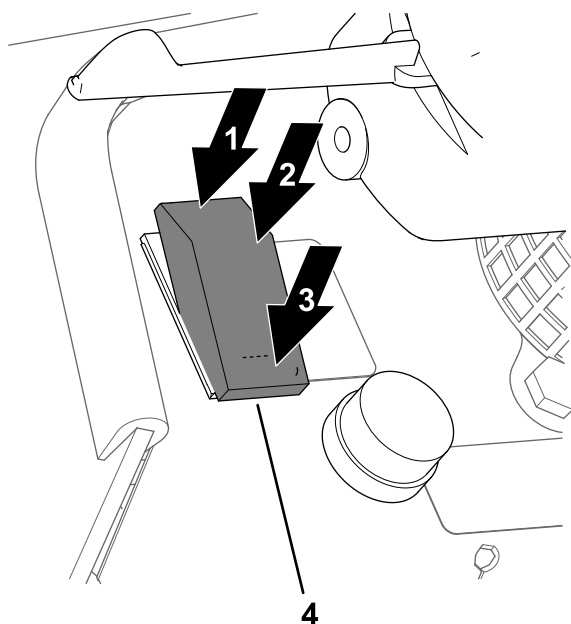

Figure 70
- Poussez la partie courte du commutateur d'éclairage vers l'avant pour ALLUMER les projecteurs de travail (Figure 70).
- Poussez le commutateur d'éclairage au centre pour ÉTEINDRE les projecteurs (Figure 70).
- Poussez la partie longue commutateur d'éclairage en arrière pour ALLUMER les phares (Figure 70).